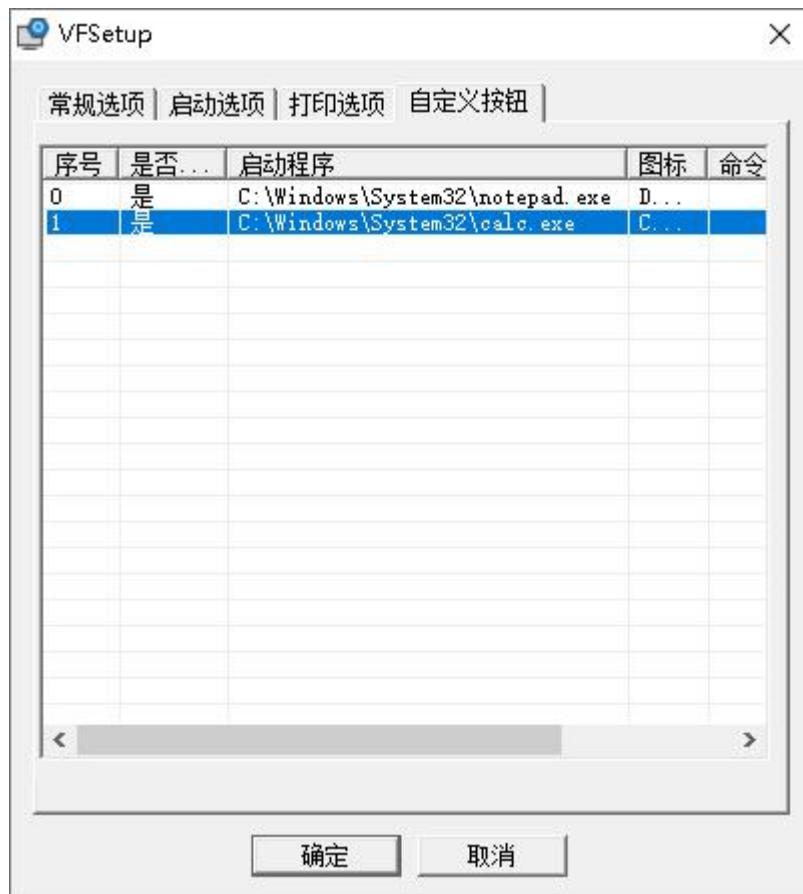

图 5-9 自定义按钮信息配置完成
2) 配置完成以后显示如图 5-9 所示，点击确定按钮完成自定按钮配置。
- 如果在图 5-9 所示的对话框中点击“取消”按钮，则表示放弃本次自定义按钮配置信息。
在图 5-9 所示的对话框中，选中已经添加的自定义按钮项，双击，弹出“自定义按钮配置”对话框，即可修改配置信息。
在图 5-9 所示的对话框中，选中已经添加的自定义按钮项，在图 5-5 所示的右键菜单中选择“删除选定”即可删除此自定义按钮。